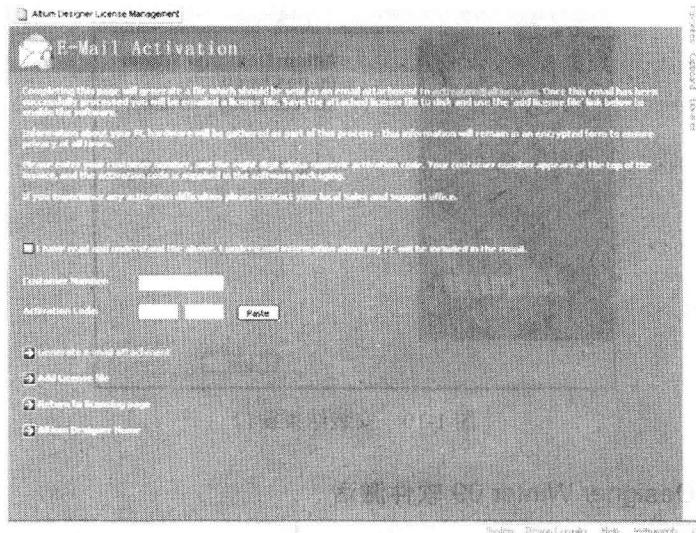

图 1-12 E-Mail Activation 窗口
(2) 在 Licensing Mode 选项栏中选择软件许可证类型。Standalone 表示单机版软件许可证，Network 表示网络版软件许可证。选择 Standalone 单选按钮，然后单击 Available Licenses 区域内的 Activate license via email 项，弹出如图 1-12 的 E-Mail Activation 窗口。